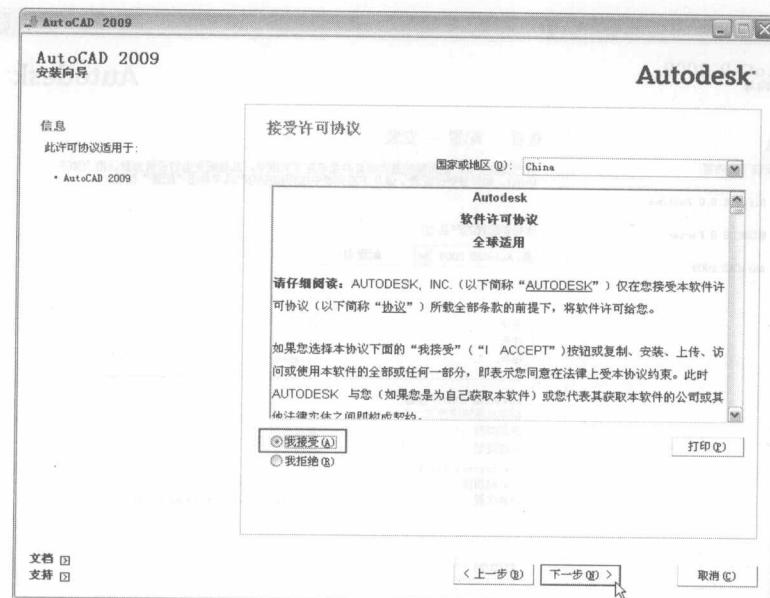

图 1-3
单击“下一步 (N) >”按钮后，将弹出“接受许可协议”对话框，如图 1-3 所示，用户应认真阅读该协议，如果接受该协议，则选择“我接受”单选按钮，然后单击“下一步 (N) >”按钮，系统将继续安装，如果选择“我拒绝”单选按钮，系统将退出安装程序。